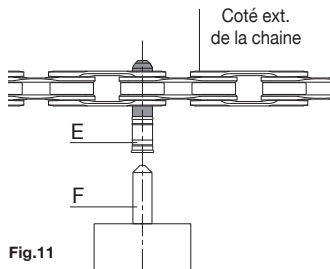

Fig.11
- Contrôlez que la pointe conique du poinçon (F) (**Fig. 11**) est en axe avec le centre de la bague **ULTRA-LINK 5-CN-SR700** (E) (**Fig. 11**).